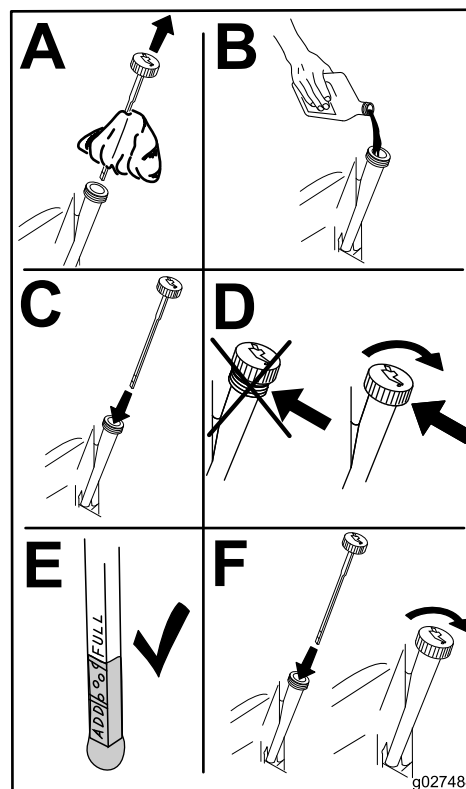

Рисунок 24
4. Медленно залейте примерно 80% указанного количества масла в маслозаливную горловину (Рисунок 24).
5. Подождите 3–5 минут, пока уровень масла не установится, прежде чем проверять его (Рисунок 24).